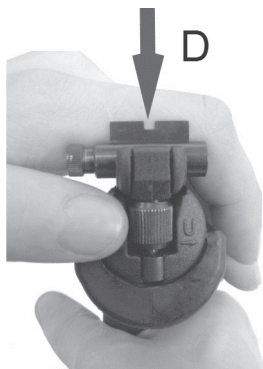

Рисунок 6
4.6.3 РЕГУЛИРОВКУ ПРИЦЕЛА ПО ВЕРТИКАЛИ осуществлять за счет вращения рифленной гайки 20 (рисунок А.1). Вращение вправо (направление стрелки U, рисунок 6) соответствует движению целика вверх. Вращение влево (рисунок 6) соответствует дви-
жению целика вниз. При затрудненном вращении гайки – нажать на верхнюю часть прицела в направлении стрелки D (рисунок 6).